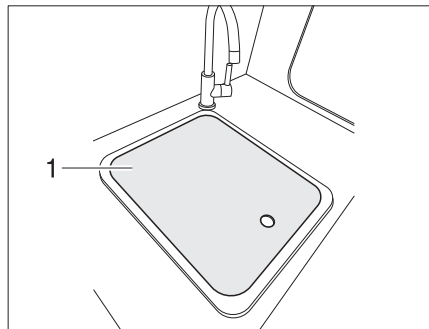

Fig. 3 Recouvrement d'évier
► En cas d'accident ou de freinage d'urgence, le recouvrement d'évier (Figure 3,1) peut blesser les passagers du véhicule. Avant chaque départ, retirer le recouvrement d'évier et le ranger en sûreté dans le bloc cuisine ou dans la penderie.